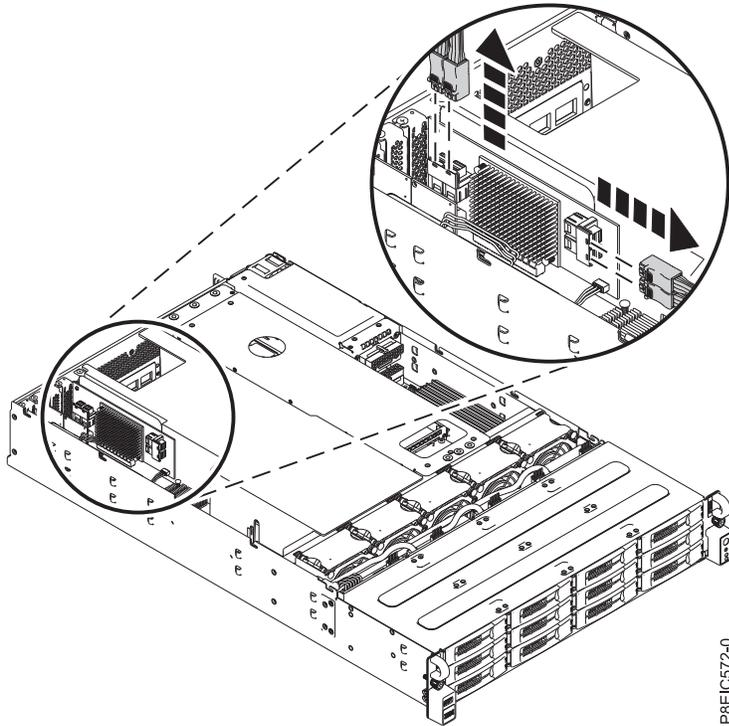

Figura 23. Desconectando os cabos de sinal da unidade
3. Identifique e remova os três cabos de sinal da unidade frontal do adaptador PCIe das unidades. Com o polegar, pressione a trava de liberação no conector para remover o cabo. Consulte Figura 23 na página 23.